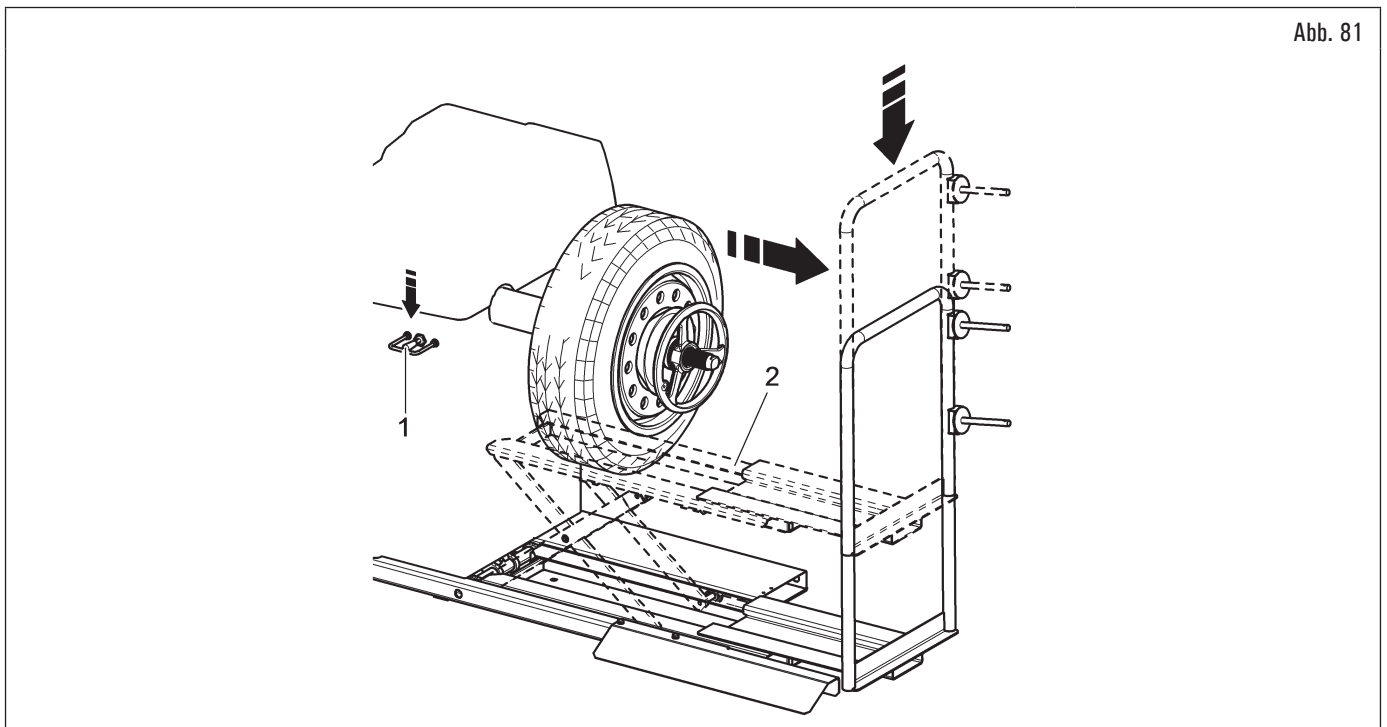

Abb. 81
6. senken Sie das Bedienungselement der Hubvorrichtung (Abb. 81 Pkt. 1) und das Trittbrett (Abb. 81 Pkt. 2) senken lassen;